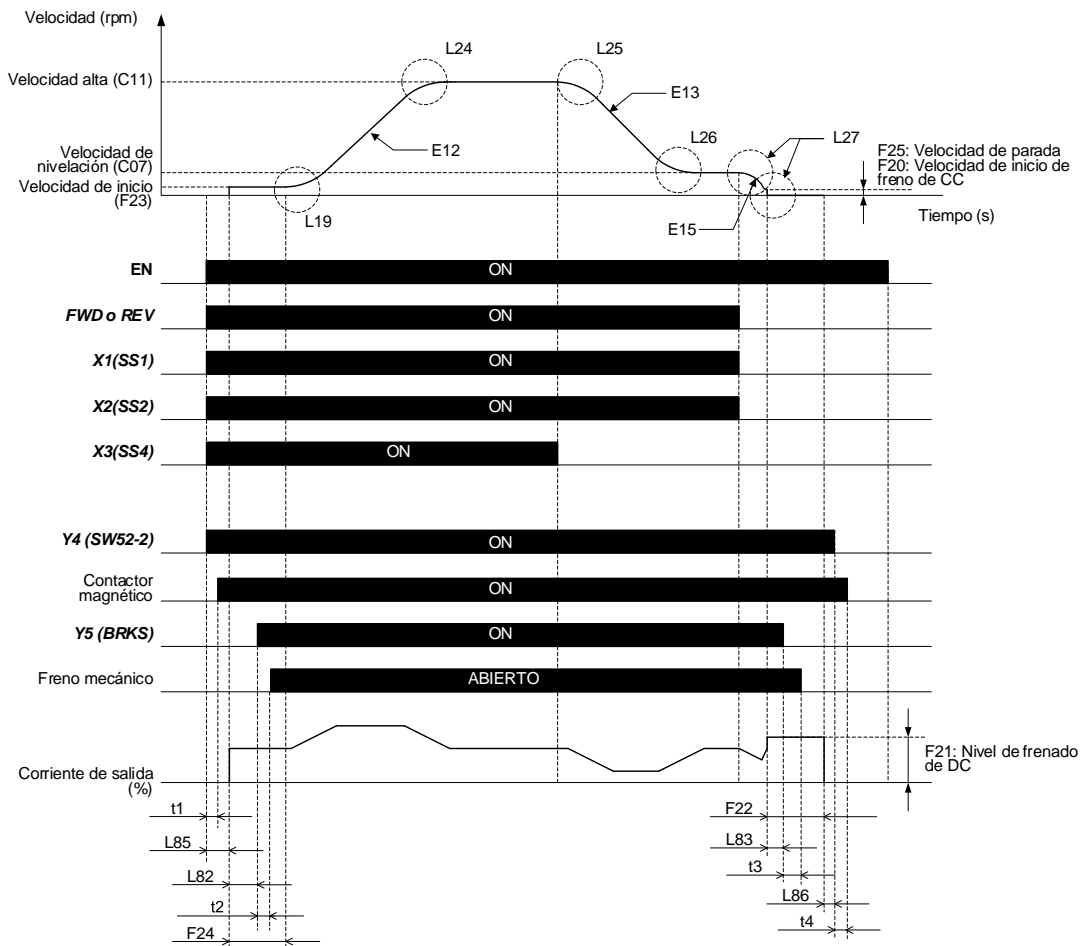

Figura 12.1: Diagrama de tiempo para aplicación de lazo abierto y de secuencia de señales.
La figura 12.1 muestra un diagrama completo de tiempo y la secuencia de señales en caso de aplicación de lazo abierto. Muestra un viaje estándar de un ascensor controlado por entradas digitales a velocidad alta y a velocidad de nivelación. Sólo se pueden controlar motores de inducción en lazo abierto en un viaje estándar del ascensor.
- La figura 12.1 muestra un ejemplo de viaje en el que las señales del freno y del contactor principal están controladas por el variador. Si estas señales están controladas por el control del ascensor, los tiempos pueden diferir.